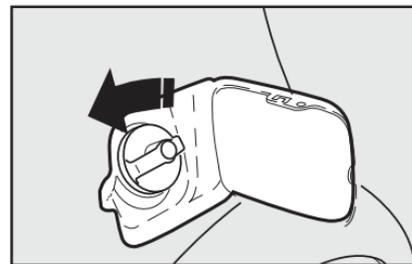

fig. 159
- Gire la llave en sentido antihorario y gire la tapa en el mismo sentido, hasta que esta se libere **fig. 159**.